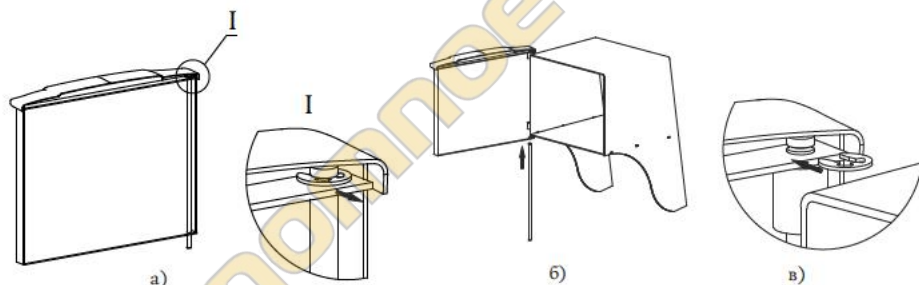

Рисунок 6. Установка дверцы при монтаже печи.
1. Извлеките ось из дверцы, предварительно сняв упорную быстросъемную шайбу, рисунок 6.а;
3. Вставьте ось через отверстия снизу вверх, с расположением канавки под шайбу в верхней части оси, рисунок 6.б;
4. Установите упорную быстросъемную шайбу в канавку на оси, рисунок 6.в